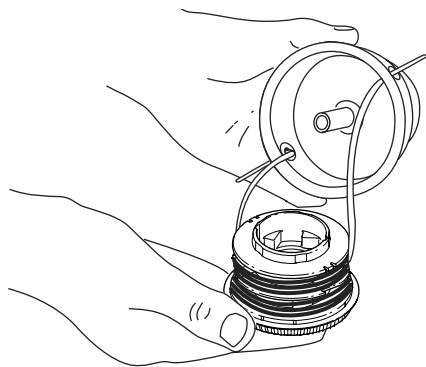

Fig. 48
3. Insérez les extrémités du fil du moulinet intérieur neuf dans les îllets de la bobine extérieure (Fig. 48). Enfoncez le moulinet intérieur neuf, flèche vers le haut, dans la bobine extérieure.
- Placez le bouton de butŽe, le ressort et le joint en mousse dans la bobine extŽrieure (Fig. 48).